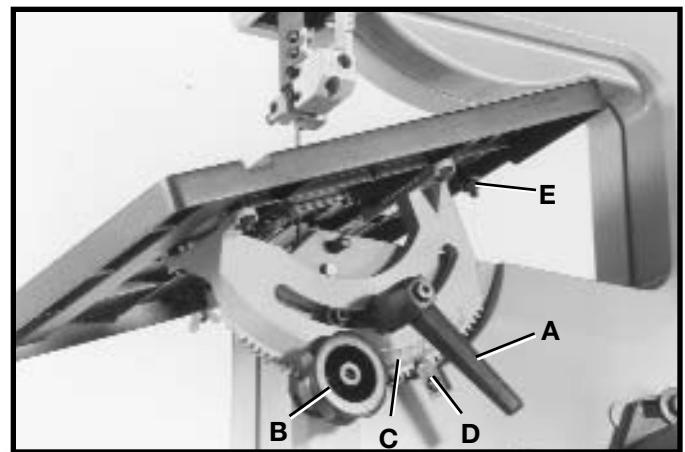
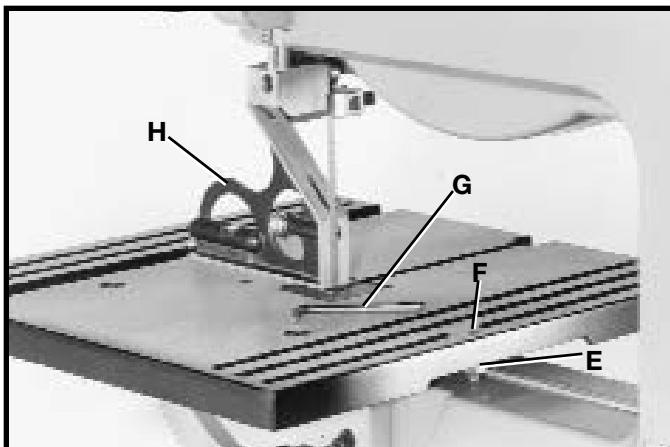
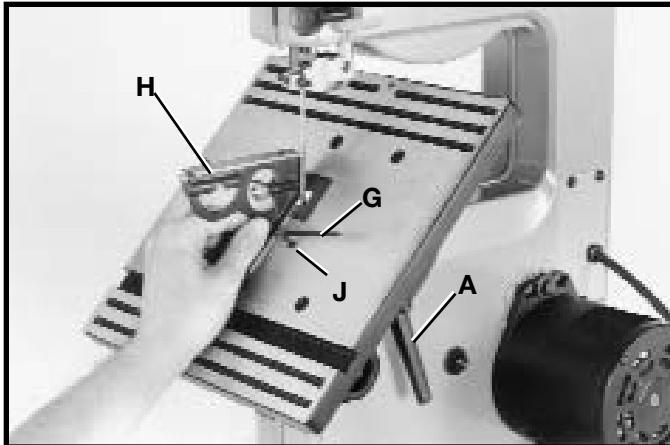

Fig. 26
Fig. 27
Fig. 28
La table peut être inclinée de 45 degrés vers la droite. Pour incliner la table, desserrer la poignée de verrouillage (A) fig. 26, et tourner le bouton (B) en sens horaire jusqu'à atteinte de l'angle souhaité. Puis resserrer la poignée de verrouillage (A). **REMARQUE :** La poignée de verrouillage de la table (A) se replace en sortant la poignée et en la replaçant sur l'écrou qui se trouve sous le moyeu de la poignée. Une échelle (C) et un pointeur (D) sont fournis pour indiquer l'angle d'inclinaison.
1. Incliner la table à une position de 90 degrés tel qu'ilustré à la figure 27, et resserrer la poignée de verrouillage (A) fig. 28. Placer une équerre (H) fig. 27, sur la table et contre la lame et vérifier si la lame est à 90 degrés sur la surface de la table. S'il faut un réglage, procéder comme suit :
2. Incliner un peu la table tel qu'ilustré à la figure 26, pour exposer le contre-écrou (E) fig. 27. Desserrer le contre-écrou et remettre la table à la position de 90°. Avec la poignée de verrouillage (A) fig. 28, desserrée, tourner la vis de réglage (F) fig. 27, en utilisant la clé (G) fournie jusqu'à ce que la lame soit à 90 degrés de la table. Puis resserrer le contre-écrou (E) fig. 27, et la poignée de verrouillage (A) fig. 28.
3. Incliner la table à la position de 45 degrés tel qu'ilustré à la figure 28. Placer une équerre (H) sur la table et contre la lame et vérifier si la lame est à 45 degrés sur la surface de la table. Si un réglage s'avère nécessaire, procéder comme suit :
4. Desserrer le contre-écrou sur la vis de réglage (J) fig. 28, qui se trouve sous la table. Avec la poignée de verrouillage (A) fig. 28 desserrée, tourner la vis de réglage (J) en utilisant la clé (G) fournie jusqu'à ce que la lame soit à 45 degrés de la table. Resserrer alors la poignée de verrouillage (A) et le contre-écrou sur la vis de réglage (J).